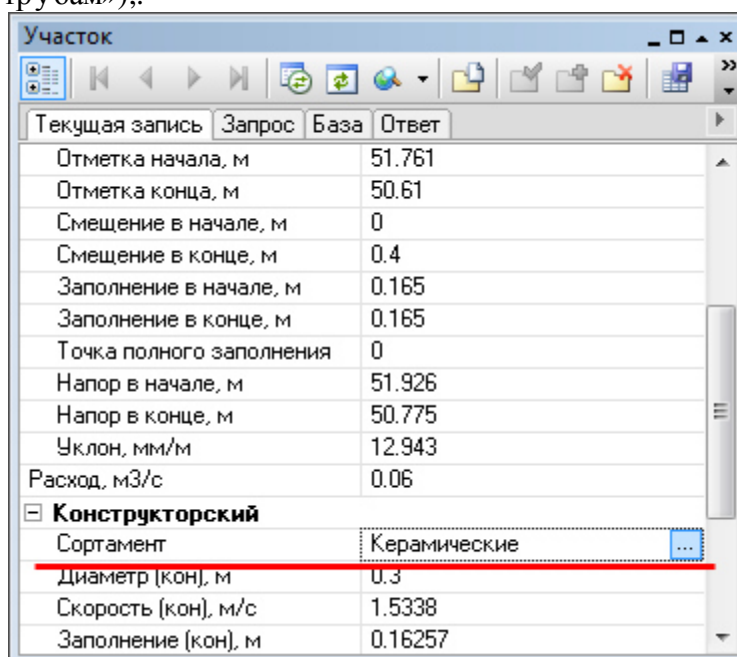

Рисунок 92. Открытие справочника по трубам
9. Установить курсор с правой стороны от строки *Сортамент* (см. Рисунок 92, «Открытие справочника по трубам»);